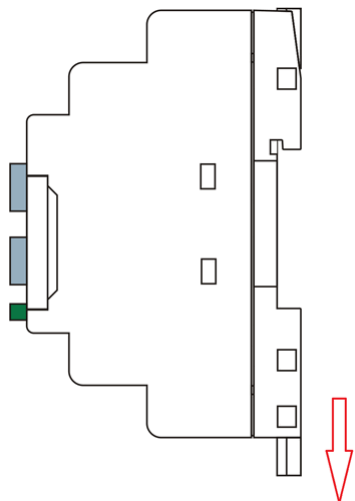

Рисунок 3.24 - Монтаж на DIN-рейку
1. Достаньте модуль из упаковки и сдвиньте нижнюю защелку наружу до фиксации в выдвинутом положении (рисунок 3.24).